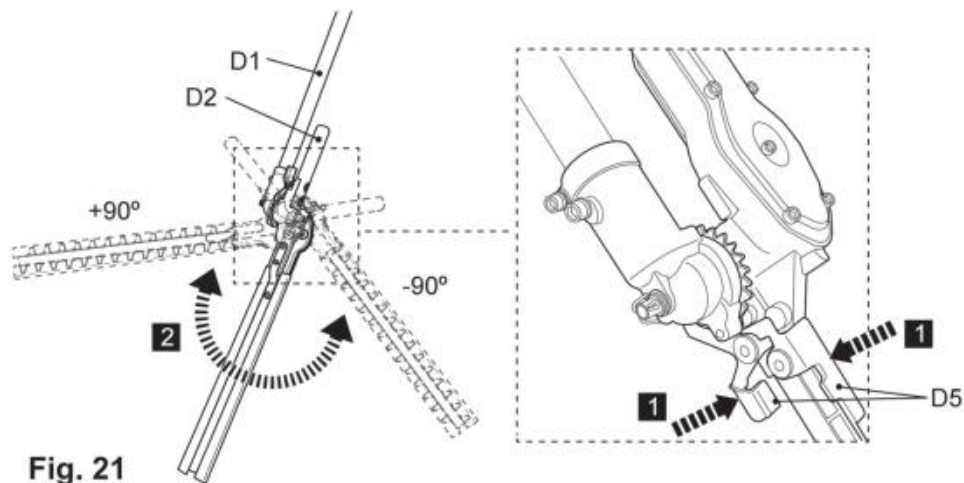

Fig. 21
5) Tryck på upplåsningsspakarna (D5) för att koppla ur tandsystemet (D6) och justera knivhuvudet till önskat läge (fig. 21).